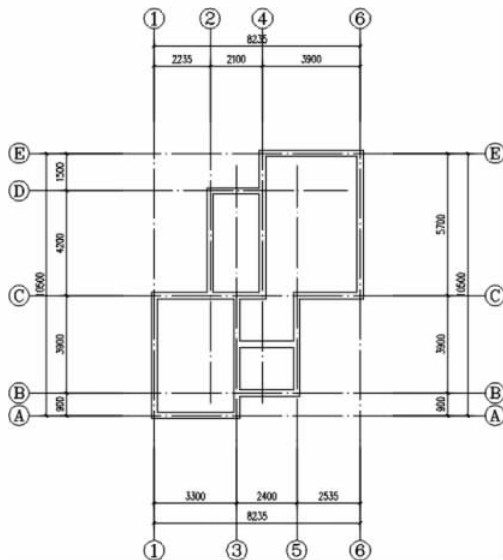

图 3-13 等分加墙
绘制等分加墙如图 3-13 所示。
(1) 单击菜单中“墙体”→“等分加墙”命令, 打开“等分加墙”对话框, 设置“等分数”为“2”, 绘制 240 的内墙, 如图 3-14 所示, 结果如图 3-13 所示。